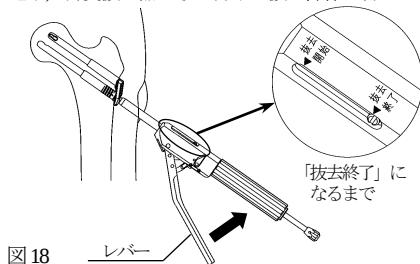

図18
- 3) 抜去器のレバーを握ると、インナーピンのフックの引き戻しが始まります。(図18)